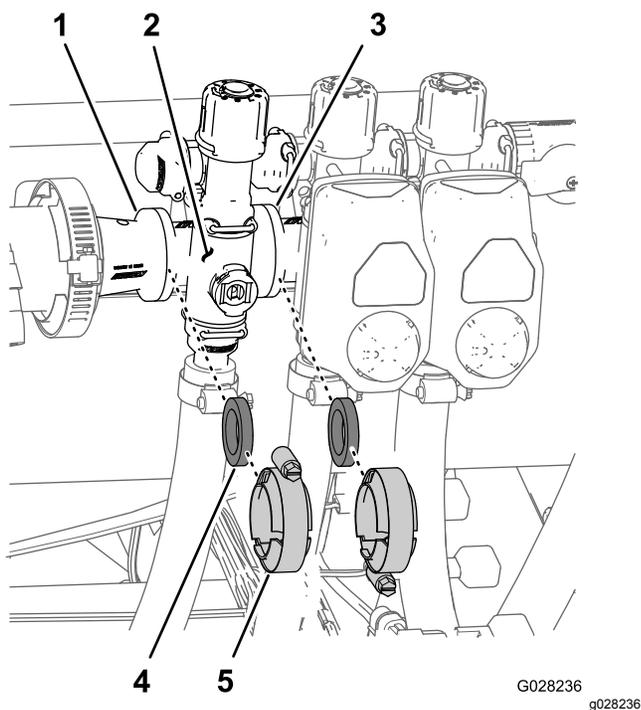

图73
- 拆下将喷洒臂段阀歧管图73固定至相邻喷洒臂段阀如左喷洒臂段阀和异径管连接头的夹具和垫片。